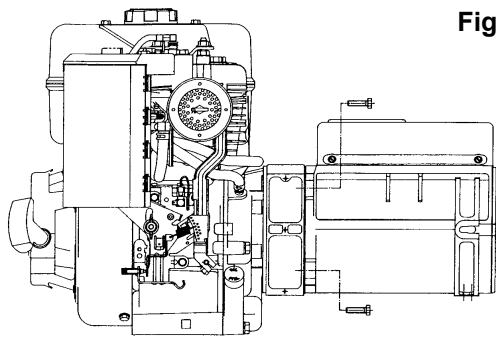

Fig. 2
-) Fissare il corpo macchina sulla flangia con le apposite viti M8 applicando una coppia di serraggio pari a  $17 \pm 7\%$  Nm (fig. 2).
-) Secure the alternator to the flange with proper M8 screws applying a tightening torque of  $17 \pm 7\%$  Nm (fig. 2).
-) Fixer le corps de la machine au flasque avec les vis M8 en appliquant un couple de serrage de  $17 \pm 7\%$  Nm (fig. 2).
-) Den Generator auf den Flansch mit den passenden Müttern und Schrauben M8 befestigen und mit einem Drehmoment von  $17 \pm 7\%$  Nm festziehen (abb. 2).
-) Fijar el cuerpo de la máquina a la brida con los tornillos M8 y aplicando un par de torque de  $17 \pm 7\%$  Nm (fig. 2).